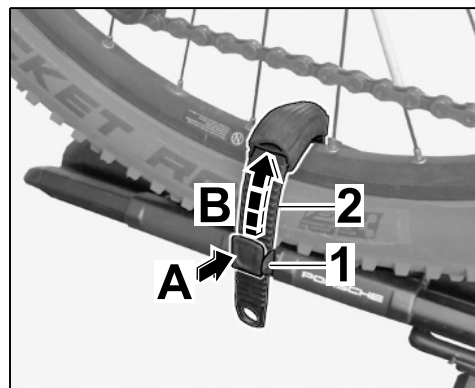

Figura 36
- 8.1 Presionar el cierre tensor (\Rightarrow Figura 36 -A-) y extraer la correa tensora (\Rightarrow Figura 36 -B-).